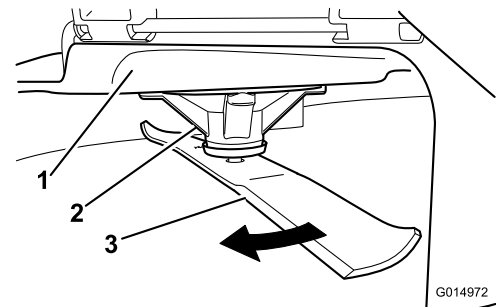

Figura 97
2. Llevando guantes fuertemente acolchados u otro tipo de protección apropiada para las manos, gire la cuchilla lentamente hasta una posición que permita medir la distancia entre el filo de corte y la superficie nivelada en la que descansa la máquina (Figura 97).